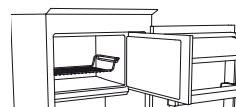
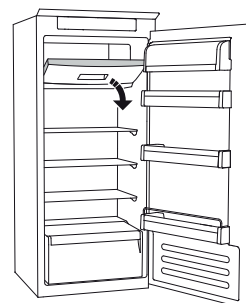

Figura 1
Figura 2
- arrume os alimentos na grelha, se existir (figura 1), ou diretamente no fundo do compartimento (figura 2)
- coloque os alimentos no meio do ❄️ compartimento sem que estes entrem em contacto com alimentos já congelados, mantendo uma distância de cerca de 20 mm (figura 1 e 2).
O SISTEMA STOP FROST (disponível consoante o modelo) facilita o processo de descongelação do compartimento do congelador. O acessório STOP FROST (figura 1) foi desenhado para recolher algum do gelo que se forma no compartimento do congelador e pode ser facilmente retirado e limpo, reduzindo assim o tempo necessário para descongelar o interior do compartimento do congelador.
- Abra a porta do compartimento do congelador e retire a gaveta superior (figura 2).